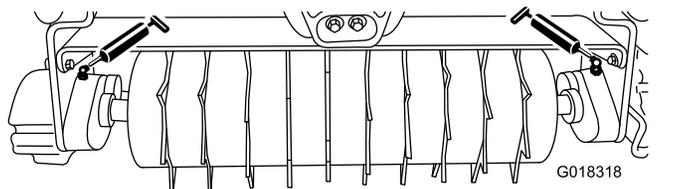

Figura 6
Lubrificare i 2 raccordi di ingrassaggio (Figura 6) su ciascun arieggiatore ogni 15 ore di servizio utilizzando grasso al litio n. 2. Per i migliori risultati, utilizzate una pistola di ingrassaggio manuale.
2. Passate uno straccio pulito su ciascun raccordo di ingrassaggio (Figura 6).